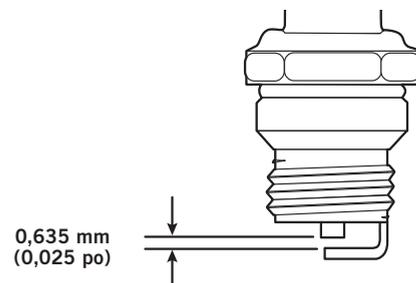

Fig. 45
7. Utilisez une jauge d'épaisseur pour régler l'écartement des électrodes à 0,635 mm (0,025 po) (Fig. 45).